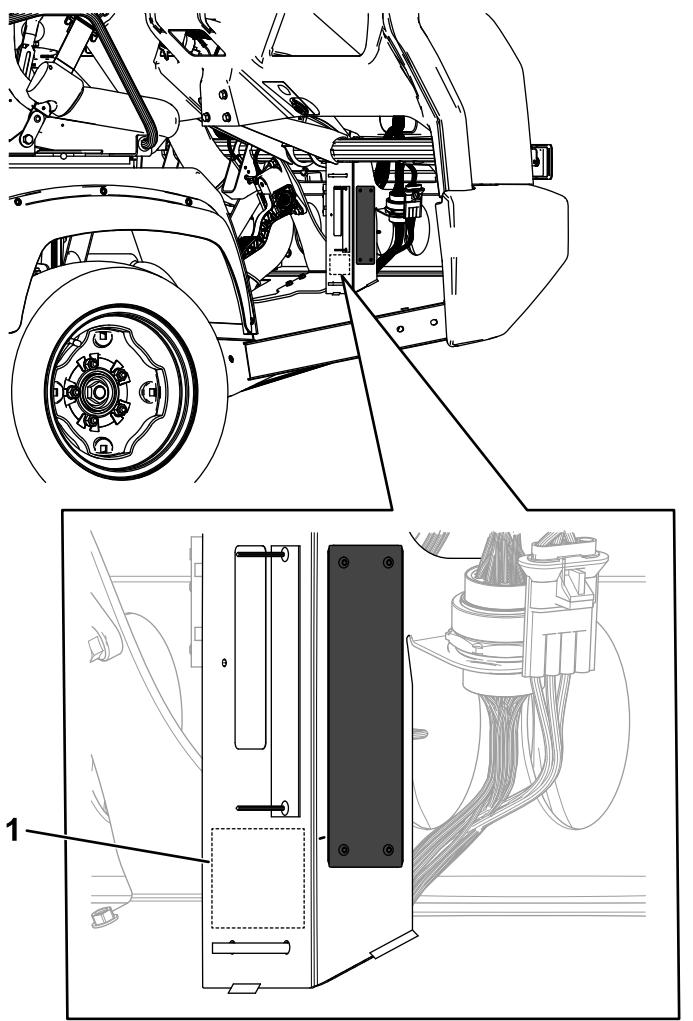

Figura 9
- Applicate il numero di serie sulla macchina, nel punto indicato nella Figura 9.